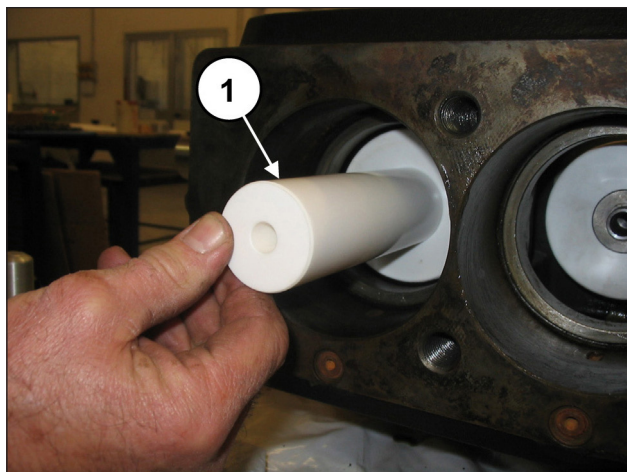
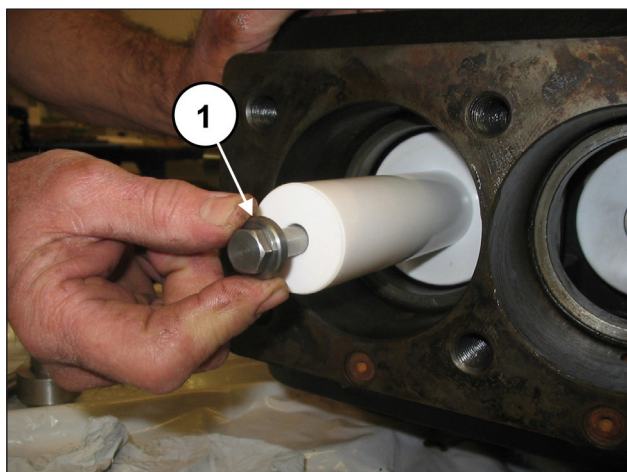

Fig. 165
Fig. 166
Montare i pistoni sulle rispettive guide (pos. ①, Fig. 165) e fissarli come da pos. ①, Fig. 166.